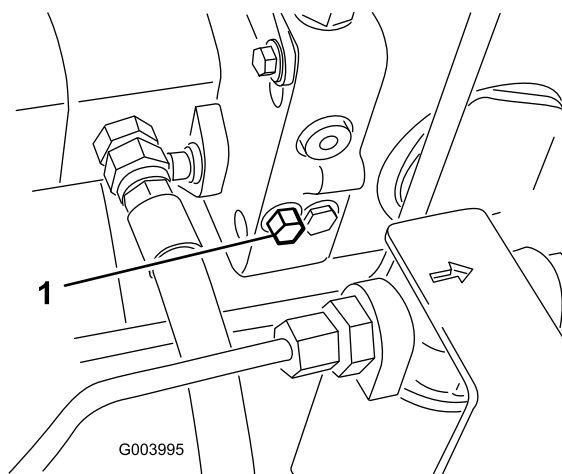

Figura 39
1. La valvola di bypass è situata sul lato sinistro dell'idrostatato (Figura 39). Fate ruotare di un giro e mezzo il bullone per aprire e lasciare bypassare l'olio all'interno.